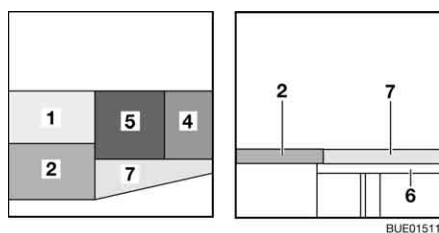

Fig. 127 Après la transformation
- Placer le coussin d'assise (Fig. 127,5) au centre.
- Placer le coussin de dossier (Fig. 127,4) entre le coussin d'assise et la cloison.
- Accrocher la rallonge latérale de lit (Fig. 127,6) dans les supports sur les coffres de banquette.
- Placer le coussin supplémentaire (Fig. 127,7) sur la rallonge latérale de lit.